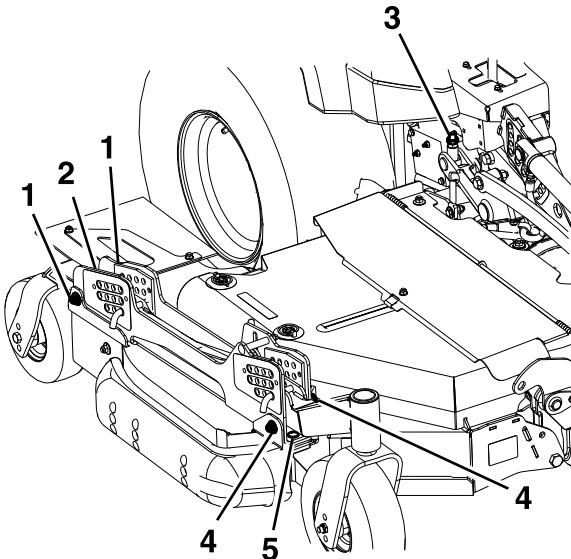

Figure 78
- Si le tablier est trop bas, serrez le boulon de réglage de hauteur avant (Figure 78) en tournant l'écrou inférieur dans le sens horaire.
- Si le tablier est trop haut, desserrez le boulon de réglage de hauteur avant (Figure 78) en tournant l'écrou inférieur dans le sens antihoraire. Ajustez précisément les dispositifs de réglage arrière au besoin.
Réglez la hauteur de la roue arrière (Figure 78) de sorte qu'elle touche légèrement le sol, avec une pression minimale.
4. Mesurez l'arrière des lames latérales. Si l'une ou l'autre présente une inclinaison de moins de 1,5 mm (1/16 po), élevéz l'arrière du tablier en serrant les réglages arrière gauche et droit (Figure 78) jusqu'à ce que les quatre lames présentent une inclinaison minimale de 1,5 mm (1/16 po). Réglez les roues arrière latérales de sorte qu'elles touchent légèrement le sol, avec une pression minimale. Serrez les quatre emplacements de fixation des supports arrière (Figure 78).
3. Sur les tabliers latéraux gauche et droit, la hauteur de la lame peut s'ajuster grâce à des points de réglage avant et arrière. Pour régler la hauteur d'une lame latérale, commencez par desserrer les écrous de fixation des supports de hauteur de coupe avant et arrière. Il y a quatre emplacements (deux de chaque côté du profilé), comme montré à la Figure 78.